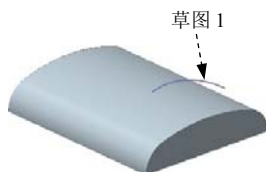
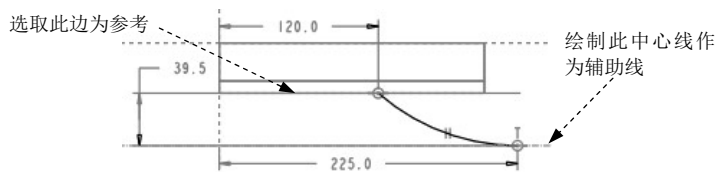
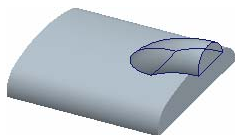

图 5.35.4 草图 1（建模环境）
图 5.35.5 草图 1（草绘环境）
图 5.35.6 添加扫描特征
Step3. 添加图 5.35.4 所示的草图 1。单击 **模型** 功能选项卡 **基准** 区域中的“草绘”按钮 ；选取 RIGHT 基准平面作为草绘面，选取 TOP 基准平面作为参考面，方向为 **底部**，单击 **草绘** 按钮，系统进入草绘环境；选取图 5.35.5 中的边线为草绘参考，在草图环境中绘制并标注图 5.35.5 所示的图；单击按钮 ，退出草绘环境。
Step4. 添加图 5.35.6 所示的扫描特征——扫描 1。
(1) 单击 **模型** 功能选项卡 **形状** 区域中的  按钮。
(2) 定义扫描轨迹。
① 在操控板中确认“实体”按钮  和“恒定轨迹”按钮  被按下。
② 在图形区中选取图 5.35.4 所示的草绘 1 为扫描轨迹曲线。